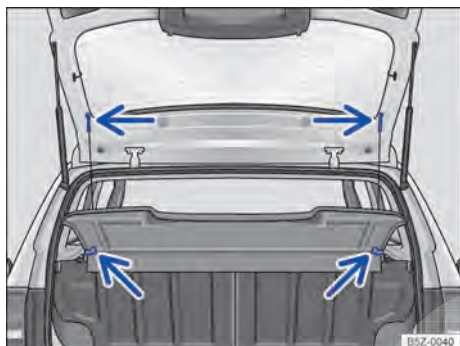

Fig. 76 No compartimento de bagagem: remover e instalar a cobertura do compartimento de bagagem.
- Desprender os cordões de retenção do suporte da tampa do compartimento de bagagem → Fig. 76 (setas superiores).
- Retirar a cobertura do compartimento de bagagem por trás, para fora dos suportes laterais → Fig. 76 (setas inferiores).
- Empurrar a cobertura do compartimento de bagagem para a frente, introduzindo-a nos suportes laterais → Fig. 76 (setas inferiores).
- Encaixar os cordões de retenção na tampa do compartimento de bagagem → Fig. 76 (setas superiores).